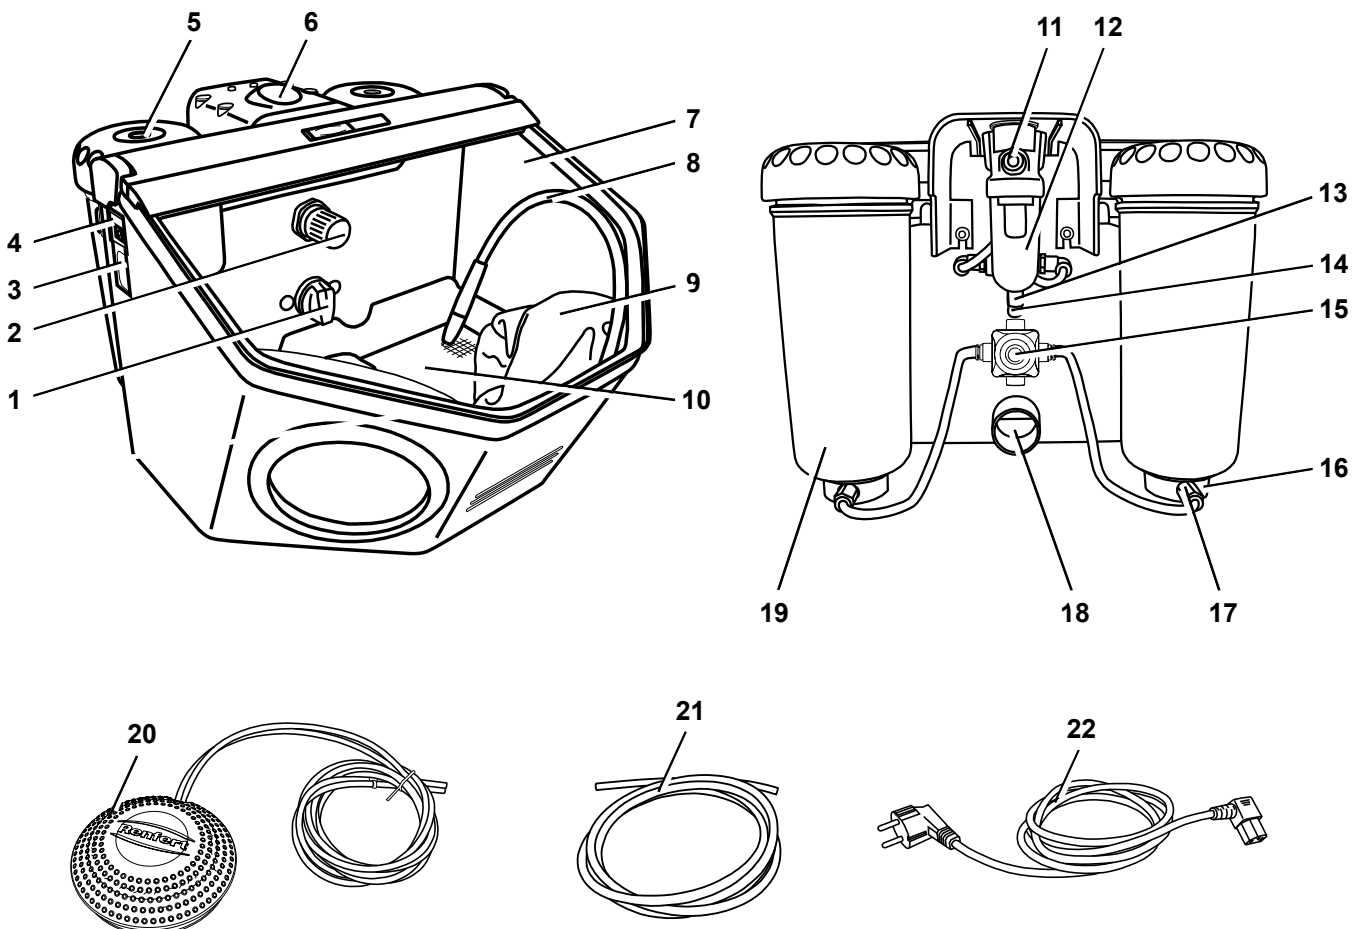

Fig. 1
- Com o seletor (1, Fig. 1), selecionar o depósito de jateamento.
- Pressionar o pedal de acionamento (20, Fig. 1).